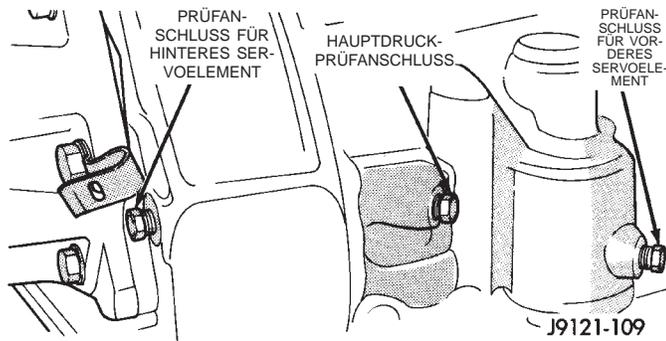
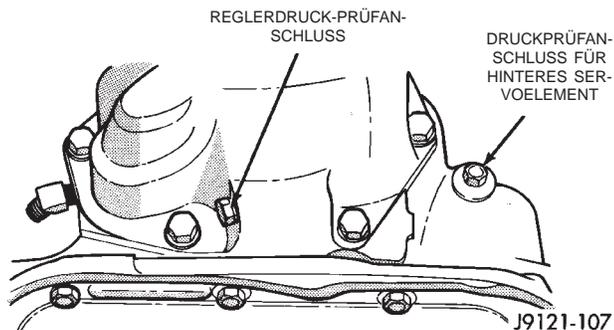
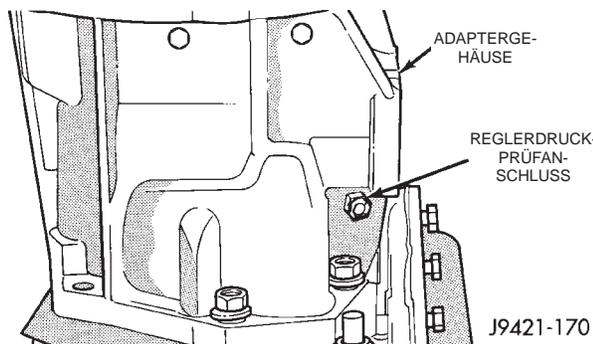

Abb. 6 Druckprüfanschlüsse an der Gehäuseseite
Abb. 7 Druckprüfanschlüsse auf der Gehäuse-Rückseite—Zweiradantrieb
Abb. 8 Druckprüfanschlüsse auf der Gehäuse-Rückseite—Allradantrieb
Prüfanschläße für die Druckprüfung befinden sich an der Batterie, dem vorderen sowie hinteren Servoelement, dem Reglerdurchlaß und dem OD-Kupplungsdurchlaß (Abb. 6), (Abb. 7) and (Abb. 8).
(1) Druckmeßgerät C-3292 am Druckspeicher-Prüfanschluß anschließen.
(2) Druckmeßgerät C-3293-SP am Prüfanschluß des hinteren Servoelements anschließen (Abb. 6) und (Abb. 7).
(3) Drosselventil- und Schaltstange vom Wählschieber- und Drosselventilhebel lösen.
(4) Motor anlassen und mit einer Drehzahl von 1000 min^{-1} laufen lassen.
(5) Schalthebel (an der Wählschieberhebelwelle) ganz nach vorn in Stellung "1" bewegen.
(6) Drosselventilhebel aus vorderster in die hinterste Stellung bewegen und dabei die Druckanzeige an beiden Meßgeräten beobachten.
(7) Der Hauptdruck am Druckspeicher-Prüfanschluß muß bei vorderster Hebelstellung 372-414 kPa (54-60 psi) betragen und allmählich auf 621-662 kPa (90-96 psi) ansteigen, während der Hebel nach hinten bewegt wird.
(8) Der Druckwert für das hintere Servoelement muß mit dem Hauptdruck übereinstimmen bzw. darf um maximal 20,68 kPa (3 psi) davon abweichen.
(1) Druckmeßgerät am Druckspeicher-Prüfanschluß anschließen (Abb. 6) und (Abb. 7).
(2) Motor anlassen und mit einer Drehzahl von 1000 min^{-1} laufen lassen.
(3) Schalthebel an der Wählschieberhebelwelle/Ventilgehäuse aus vorderster Stellung eine Raste nach hinten in Stellung manuell "2" bewegen.
(4) Drosselventilhebel aus vorderster in die hinterste Stellung bewegen und dabei die Druckanzeige beobachten.
(5) Der Hauptdruck muß bei vorderster Stellung des Drosselventilhebels 372-414 kPa (54-60 psi) betragen und allmählich auf 621-662 kPa (90-96 psi) ansteigen, während der Hebel nach hinten bewegt wird.
(1) Druckmeßgeräte an den Druckspeicher-Prüfanschluß und den Prüfanschluß des vorderen Servoelements anschließen (Abb. 6) und (Abb. 7). An den beiden Prüfanschlüssen je eines der beiden Druckmeßgeräte anschließen.
(1) Druckmeßgerät am Prüfanschluß des hinteren Servoelements anschließen (Abb. 6) und (Abb. 7).
(2) Motor anlassen und mit einer Drehzahl von 1600 min^{-1} laufen lassen.
(3) Schalthebel aus vorderster Stellung vier Rasten nach hinten in Stellung R bewegen.
(4) Drosselventilhebel zuerst ganz nach vorn, dann ganz nach hinten bewegen und dabei die Meßanzeigen beobachten.
(5) Der Druck muß bei vorderster Hebelstellung 1000-1207 kPa (145-175 psi) betragen und auf 1586-1931 kPa (230-280 psi) ansteigen, während der Hebel nach hinten bewegt wird.
(1) Druckmeßgerät C-3292 am Regler-Prüfanschluß anschließen (Abb. 6) und (Abb. 7).
(2) Schalthebel in Stellung D bewegen.
(3) Motor anlassen und mit Leerlaufdrehzahl laufen lassen; Druck ablesen. Bei Leerlaufdrehzahl und stehendem Fahrzeug darf der Druck maximal 0-10,34 kPa (0-1,5 psi) betragen. Bei Überschreitung dieses Werts klemmen das Reglerventil oder die Fliehgewichte in Offen-Stellung.
(4) Motordrehzahl langsam erhöhen und dabei Tachometer- und Druckanzeige beobachten. Der Reg-